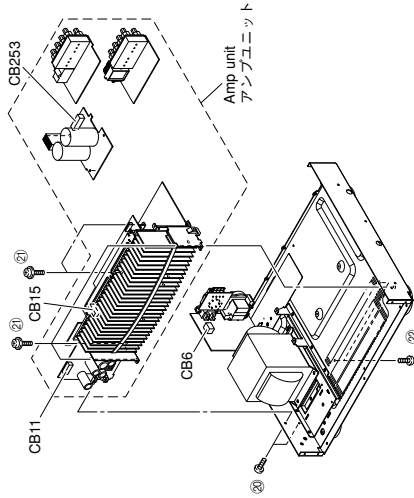

Fig. 9
- a. Remove 2 screws (20), 5 screws (21) and 2 screws (22). (Fig. 9)
- b. Remove CB6, CB11, CB15 and CB253. (Fig. 9)
- c. Remove the amp unit. (Fig. 9)
- a. 20のネジ2本、21のネジ5本、22のネジ2本を外します。(Fig. 9)
- b. CB6、CB11、CB15、CB253を外します。(Fig. 9)
- c. アンプユニットを取り外します。(Fig. 9)